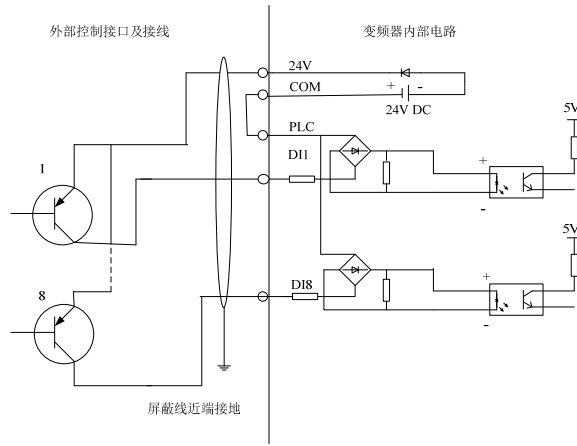

图 2-4使用变频器内部+24V电源PNP控制
- 2) 使用变频器内部+24V电源，外部控制器为PNP型的连接方式（注意去除PLC与24V端子间的连接线，短接PLC和COM端子），如图2-4所示。